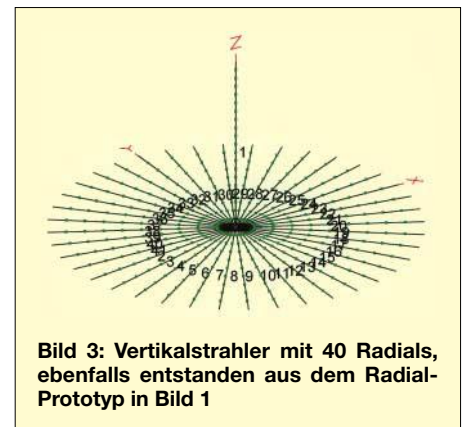

Bild 3: Vertikalstrahler mit 40 Radials, ebenfalls entstanden aus dem Radial-Prototyp in Bild 1
Bild 3: Durch die phasenkorrekte Addition von zwei oder drei kugelförmigen Richtcharakteristiken lassen sich weitere Formen für einfache Richtmikrofone erzielen – (v.l.n.r.) Monopol, Dipol, Hyperniere, Superniere, Niere.
Somit bleibt uns nichts anderes übrig, als wieder auf zehn Segmente pro Radial zu erhöhen und den dichten Radialstern aus 100 Drähten etwas dünner zu modellieren. Wir versuchen es mit 40 Radials, was auch noch eine ganze Menge ist, vor allem, wenn wir diese Radials im Garten auslegen müssten... EZNEC ist nun zufrieden: All Guideline Checks ok, 420 Segmente auf 41 Drähten sind nun insgesamt verwendet. Bild 3 zeigt die Antenne (3)Vert40Rad(a).ez.